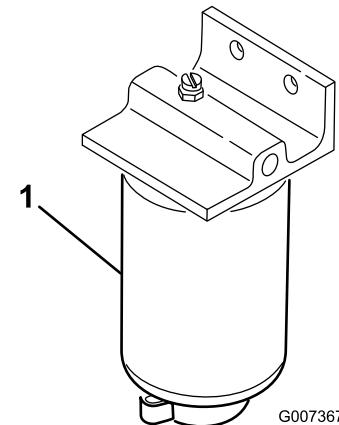

Bild 28
2. Stellen Sie eine Auffangwanne unter den Kraftstofffilter (Bild 28).
3. Öffnen Sie die Ablassschraube unten am Kraftstofffilter und lassen angesammeltes Wasser ablaufen (Bild 28). Ziehen Sie anschließend die Schraube wieder fest.